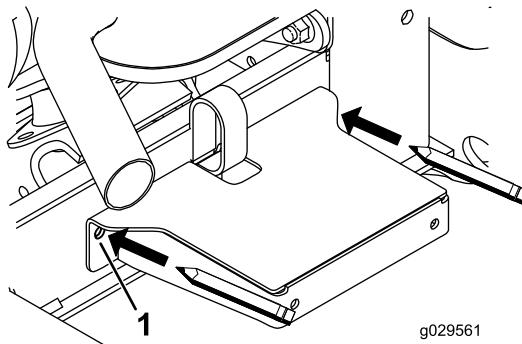

Рисунок 4
- Используя узел крепления рамы как шаблон, определите и отметьте положение двух оставшихся монтажных отверстий крыла в швейлере рамы (Рисунок 4).